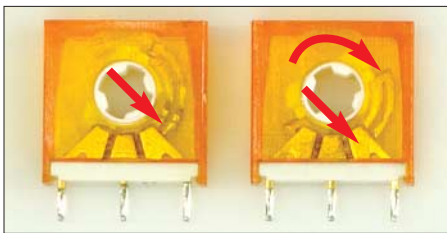

Bild 26: Der Schleifer des Miniaturdrehschalters ist vor dem Einbau durch Rechtsdrehung so einzustellen, dass er das erste Kontaktpaar von rechts kurzschließt.
- zwei Schaltkammern so einjustieren, dass der Schleifer das erste Kontaktpaar von rechts kurzschließt (Bild 26);